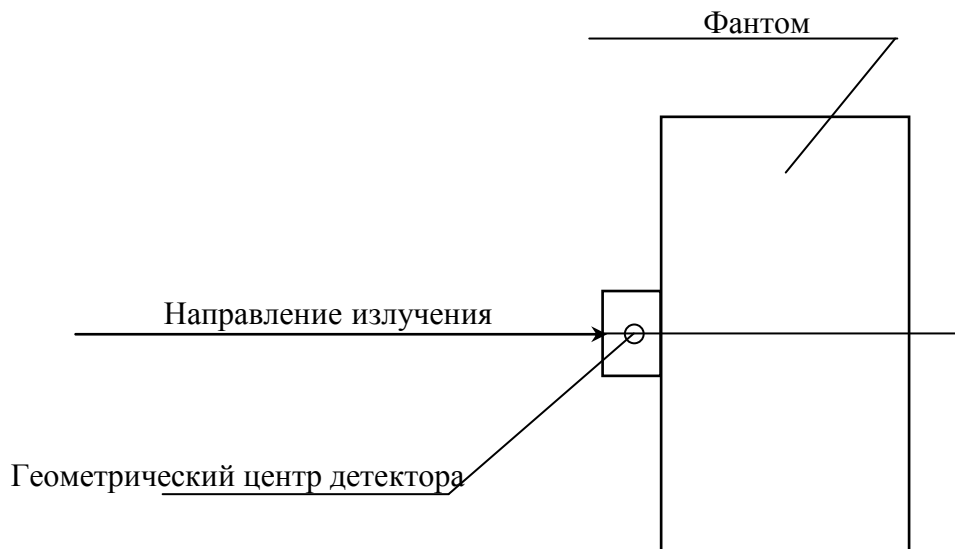

Рисунок 5.1 – Способ установки дозиметра с фантомом на поверочную дозиметрическую установку.
2) закрепить дозиметр на фантоме так, чтобы надпись “Сторона к телу” была обращена к фантому. Установить дозиметр с фантомом на поверочную дозиметрическую установку так, чтобы нормаль, проведенная из геометрического центра передней стенки фантома, совпала с центральной осью коллиматора поверочной дозиметрической установки, а центральная ось коллиматора проходила через геометрический центр детектора поверяемого дозиметра, рисунок 5.1. Геометрический центр детектора указан в эксплуатационной документации на дозиметр;